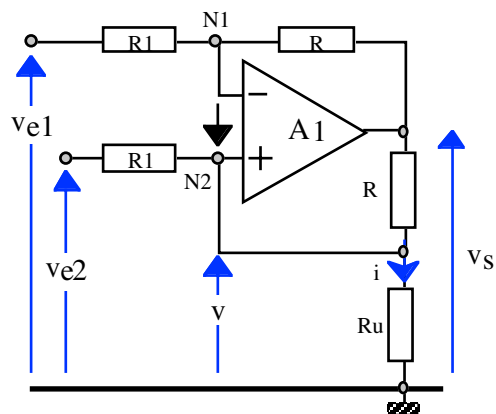

Figure 3
- 3) Pour le montage de la figure 3, en écrivant l'équation aux nœuds N_1 et N_2 , rechercher l'expression du courant i qui circule dans la résistance R_u en fonction des tensions d'entrées et de la résistance R_1 . Quelle fonction réalise ce montage ?